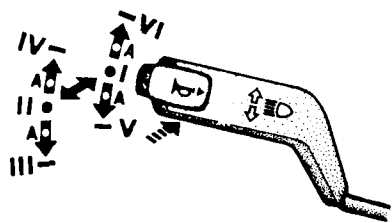

Рис. 5.6. Положения рычага переключателя указателей поворота и света фар (со звуковым сигналом)
Рычаг имеет шесть фиксированных положений – I, II, III, IV, V и VI и четыре нефиксированных положения «А» (рис. 5.6 и 5.7).
При неоднократном перемещении рычага переключателя из положения I на себя вдоль рулевой колонки (положение нефиксируемое) происходит сигнализация дальним светом фар. При нажатии на кнопку рычага (из любого его положения) вдоль оси включается звуковой сигнал* (без фиксации) – см. рис. 5.6.
* На части автомобилей звуковой сигнал включается переключателем указателей поворота и света фар (см. рис. 5.6).